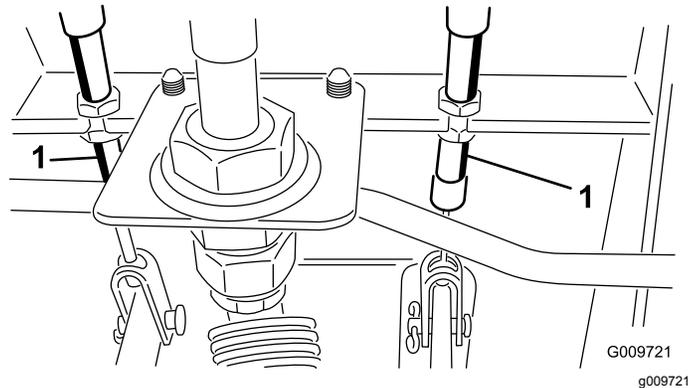

Figura 97
- A. Allentate il dado anteriore sull'estremità filettata del cavo del freno (Figura 97).